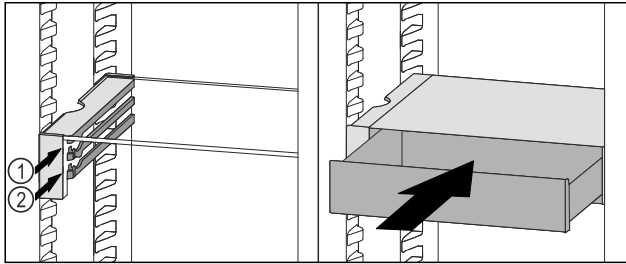

Fig. 82
- ▶ Aseta VarioSafe-vetolaatikko rajoittimien taakse halutulle kannattimelle Fig. 82 (1) tai Fig. 82 (2).